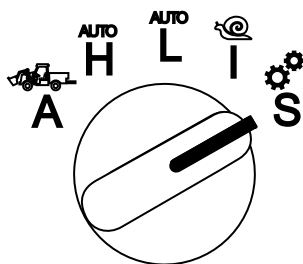

Bild 19
1. Stellen Sie den Betriebsartenwahlschalter in die S-Stellung (Bild 19).